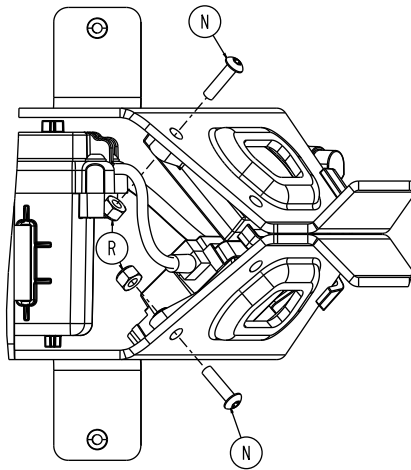

Figure 53 – Retirer la vis et l'écrou du module sans fil
7. À l'aide d'une clé Torx T25 et d'une clé mixte de 3/8 po, retirer la vis d'assemblage à tête ronde (N) et l'écrou Fiberlock (R) qui fixent le module sans fil à la civière le cas échéant, et le module NFMIC à la civière, le cas échéant (Figure 53). Conserver la vis et l'écrou.